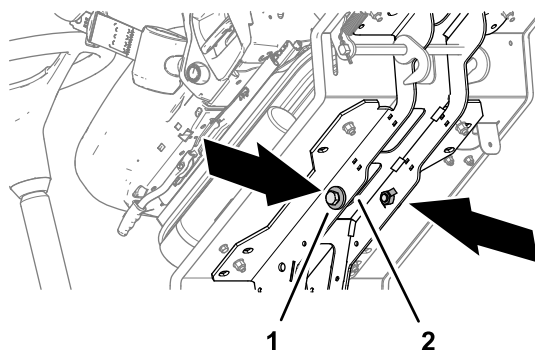

Figura 31
4. Retire os dois parafusos de 12 x 40 mm e as duas anilhas de 12 mm guardados nas calhas de suporte da plataforma (Figura 31).